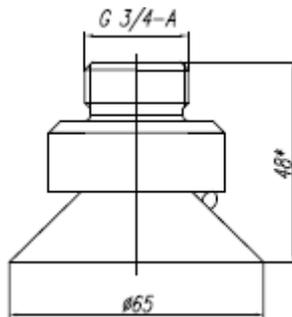

Рис. 3. Распылитель
6.3. Распылитель РКН-95-14,5-3/4 указан на рис.3. Информация по другим типам распылителей и эпюрам их распыления может быть предоставлена по запросу.